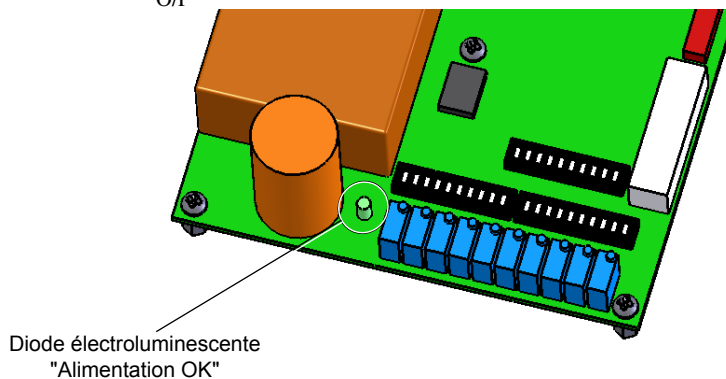

Figure 4-5 Diode électroluminescente de surveillance permanente de l'alimentation
- la diode électroluminescente montrée en *figure 4-5* s'éteint.